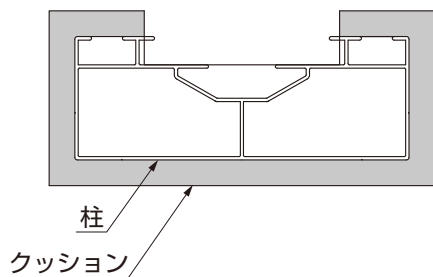

図2-13
②柱固定アンカー埋込み後は、あて木をし、気温が5～10℃未満の場合は48時間、10～35℃の場合は24時間、柱が動かないようにしてください。
③柱固定アンカーが硬化した後に、図2-13の□をカッター等で切取ってください。